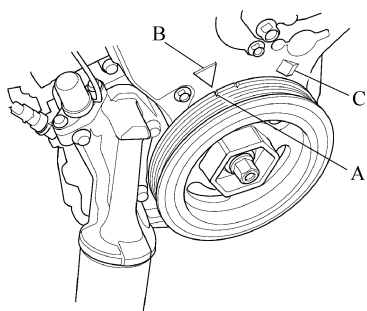

图 2-110 曲轴白色标记与指针对齐
2) 转动曲轴使其白色标记 (A) 与指针 (B) 对齐, 如图 2-110 所示。